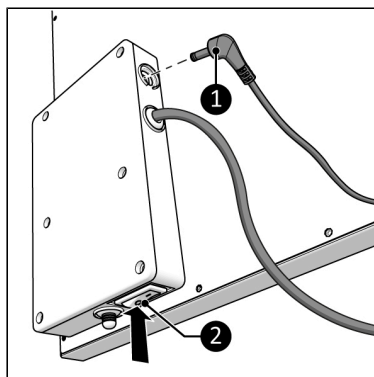

Abbildung 68.
1. Stellen Sie sicher, dass sich der EIN/AUS-Schalter in der AUS-Position befindet (Abbildung 68, Pos. 2).
2. Verbinden Sie den Stecker des externen Temperatursensors (Abbildung 68, Pos. 1) mit dem Sensorstecker.